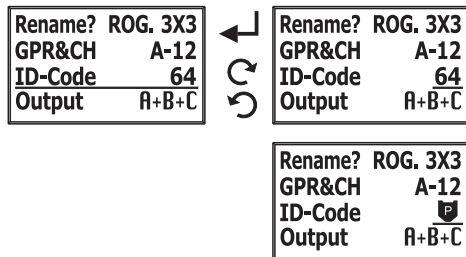

Fig. 20 Pairing Mode
(K) ID-Code function, Fig. 20: